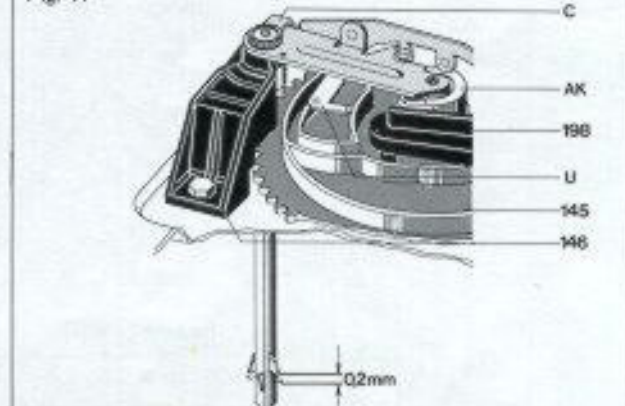

Fig. 18
Eingeleitet wird der Abwurfvorgang durch die Drehung des Kurvenrades **145**, dessen Abwurfkurve (AK) die Abwurfwippe (AW) und den Wechselbolzen steuert (Fig. 18).
Durch Biegen der Abwurfwippe kann der Hub des Wechselbolzens verändert werden. Die Einstellung ist richtig, wenn in Nullstellung des Kurvenrades 145 und verriegelter Wechselachse bei Hochdrücken des Wechselbolzens die drei Stützen der Wechselachse eine Längsbewegung von 0,2 mm ausführen (Fig. 18).